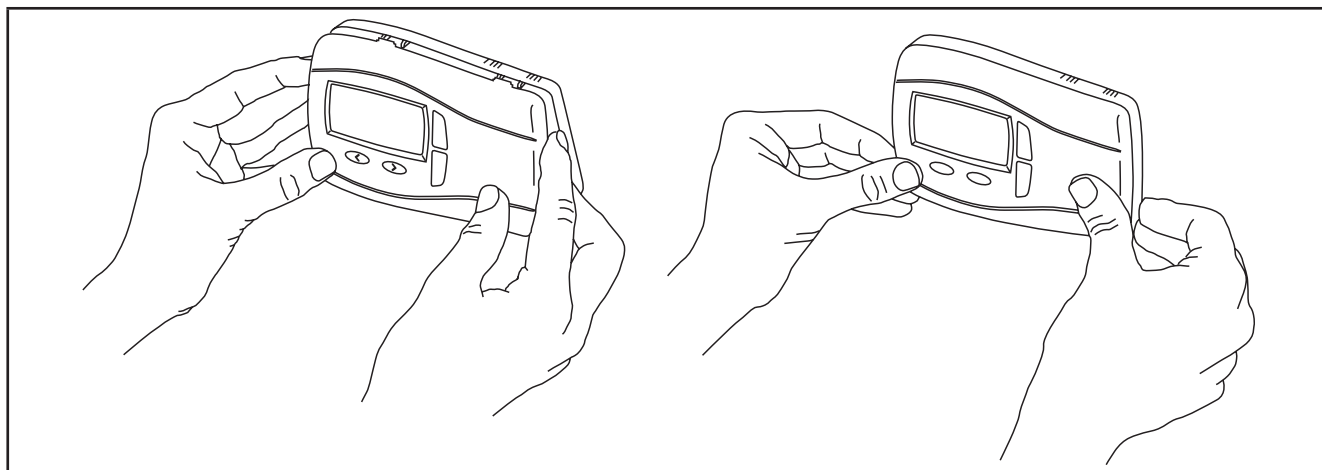

Fig. 13. Chiusura
8. Dopo aver predisposto i collegamenti, richiudere il frontale della tastiera con una semplice pressione delle dita (vedi **Fig. 13 a pag. 24**).